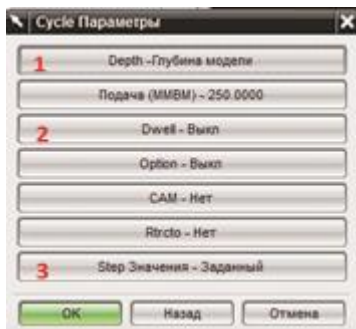

Рисунок 6.5 – Параметры цикла обработки
Параметри циклу доступні при натисканні на значок із зображенням ключика поруч зі списком циклів в діалоговому вікні операції. Найбільш затребувані параметри (рис. 6.5): Depth (1) - управління глибиною (за замовчуванням встановлено За моделлю), Dwell (2) - затримка, Step значення (3) - крок (наприклад, в циклах глибокого і стружколомного свердління).